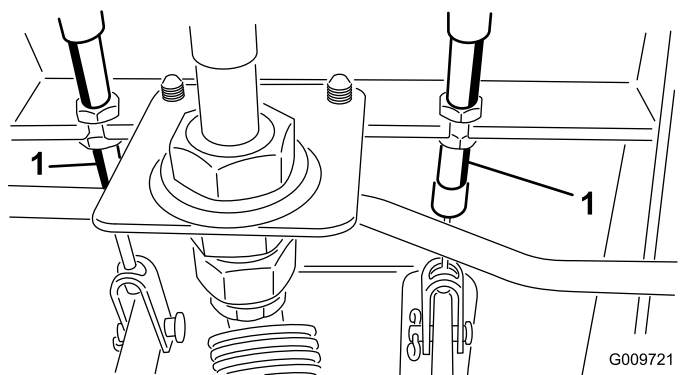

図 74
- A. ブレーキケーブル 図 74 の端にある前ナットをゆるめる。